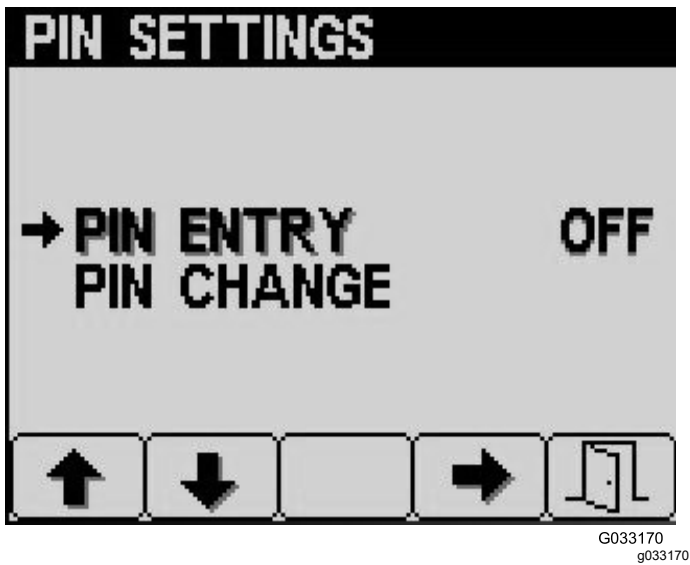

Figura 14
- Premete il pulsante 2 fino a quando non raggiungete PIN Change (modifica PIN) sulla schermata PIN Settings (impostazioni PIN) e premete il pulsante 4 per selezionare PIN Change (modifica PIN) (Figura 14).